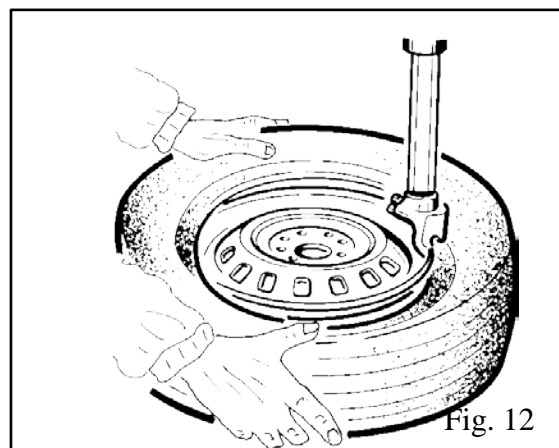

Fig. 12
-Reifenwulst von Hand unter den Felgenreand pressen, Pedal (Z) drücken; der Zentriertisch dreht sich im Uhrzeigersinn den gesamten Felgenumfang entlang (Abb. 12).